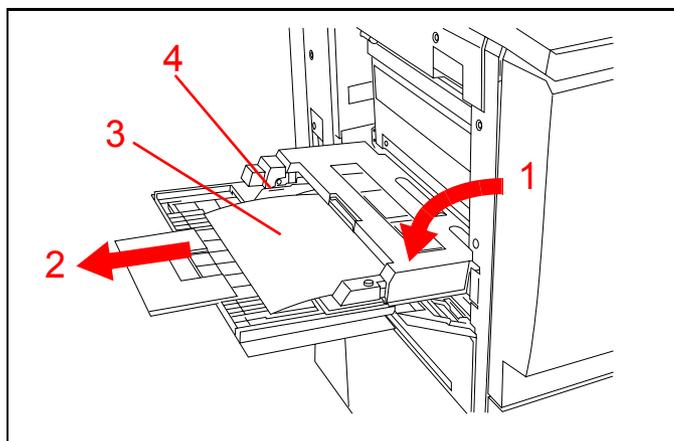

Figura 8
**Demonstre** como abrir a bandeja 5 e colocar papel. Consulte a Figura 8.